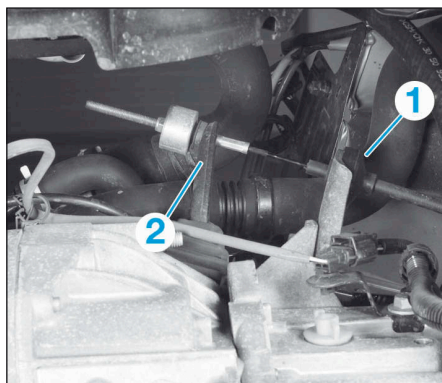

FIG.6
- Désaccoupler le câble de d'embrayage (Fig.6) :
- de l'arrêt de la gaine (1),
- de la fourchette d'embrayage (2).